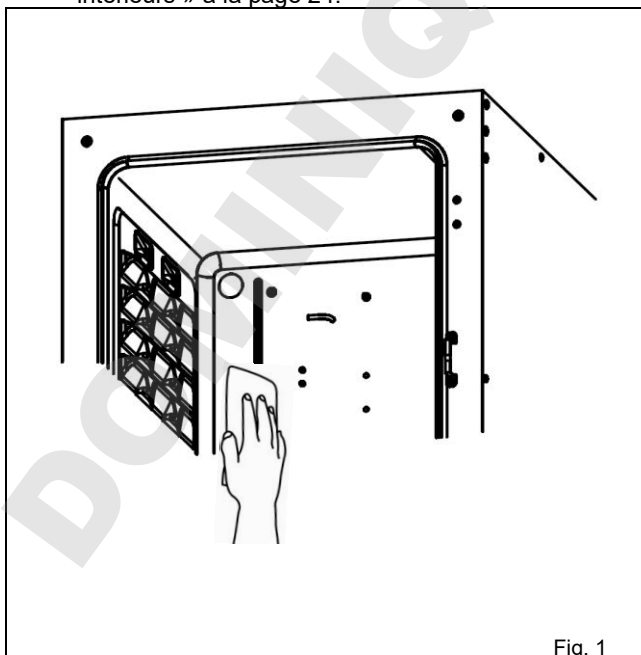

Fig. 1
2. Nettoyer chacun des éléments retirés, les parois intérieures de l'enceinte ainsi que les joints de la porte intérieure, avec une éponge ou un chiffon imbibé de détergent neutre, dilué à 5 % ou moins. (L'utilisation d'un détergent non dilué risque d'endommager les composants en plastique. Pour la dilution, voir les instructions relatives au détergent.) (Fig. 1)